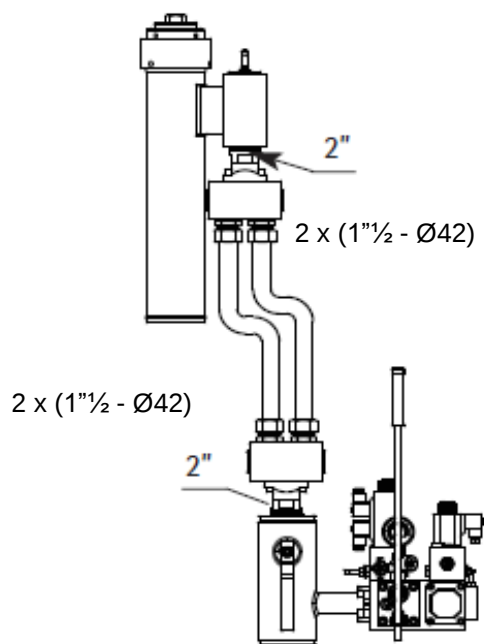

Fig. 4 Collegamento con n°2 Tubi Ø42
- Con due tubi in acciaio diametro 42 mm in parallelo e due raccordi a 3 vie 1 1/2 x 2" x 1 1/2 (vedere Fig. 4)